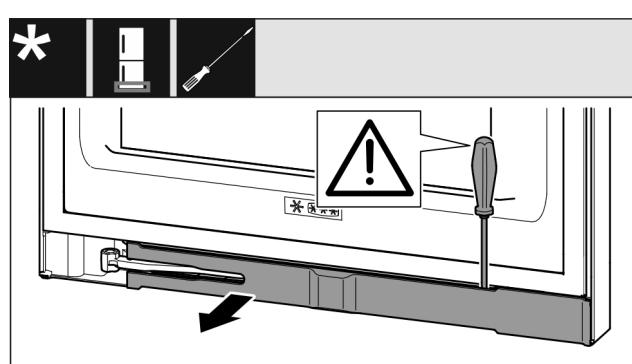

Fig. 13
- Освободете капачката с плоска отвертка и я завъртете настрани Fig. 13 () .